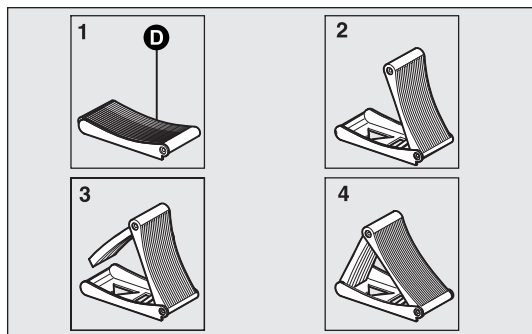

fig. 134a
- ☐ extraiga la cuña D de la bolsa de herramientas y ábrala en forma de libro de acuerdo con el esquema de la fig. 134a;